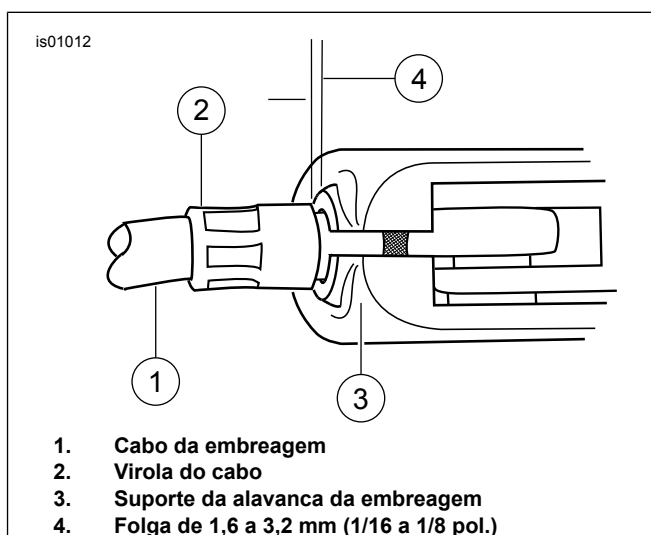

Figura 4. Alavanca manual da embreagem
- b. Veja Figura 4. Afaste a virola do cabo da embreagem (2) do suporte da alavanca da embreagem (3) para verificar a folga. Gire o regulador do cabo o necessário para conseguir uma folga de 1,6 a 3,2 mm (1/16 a 1/8 pol.) entre a extremidade da virola do cabo e o suporte da alavanca da embreagem.